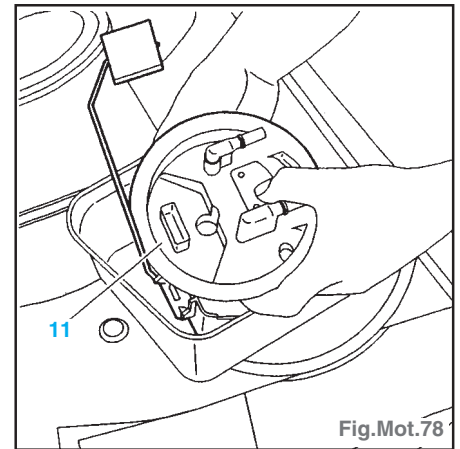

Fig.Mot.78
- Déposer l'ensemble (11) et son joint (Fig.Mot.78).